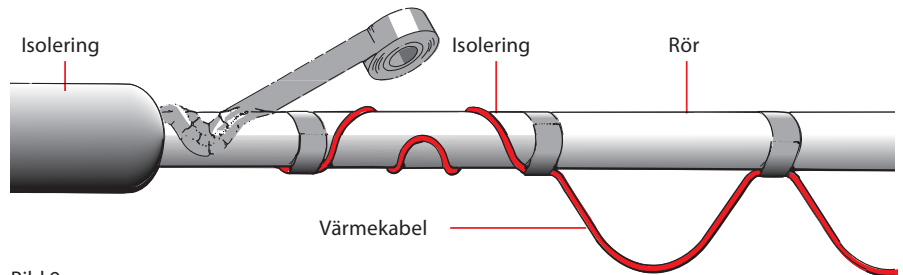

Bild 9
2. Kabeln läggs i slingor eller lindas runt röret, se bild 9.